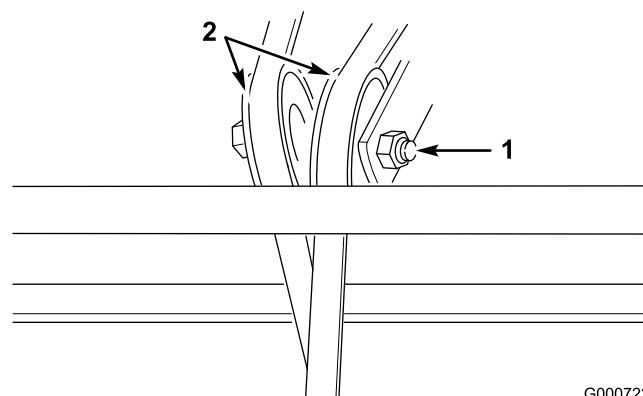

Figura 32
2. Afloje la tuerca y deslice la polea hasta que la correa esté correctamente tensada (Figura 32).
4. Corte la correa vieja y retírela (Figura 32).
5. Afloje las tuercas de ajuste de las poleas tensoras de la correa (Figura 32).